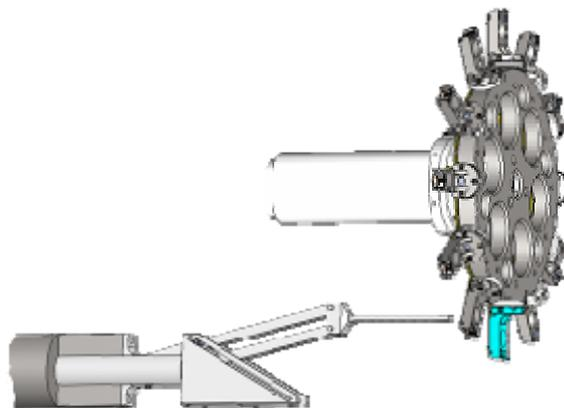

Рис. 5-14. Выбор зондовой головки
- С помощью кнопок панели **Probe wheel** поверните карусель таким образом, чтобы зондовая головка, выбранная для загрузки в СЗМ камеру, оказалась расположена напротив кронштейна манипулятора (Рис. 5-14).